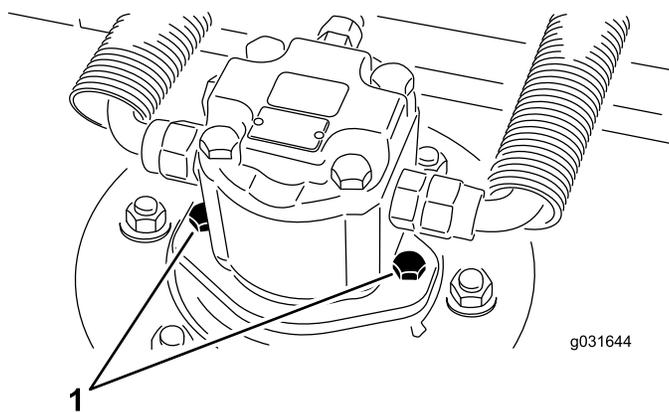

Figura 68
2. Retire los tornillos de montaje del motor hidráulico y desconecte y retire el motor hidráulico de la unidad de corte (Figura 68).
4. Con los tornillos de montaje del motor hidráulico, instale el motor hidráulico en la unidad de corte (Figura 68).